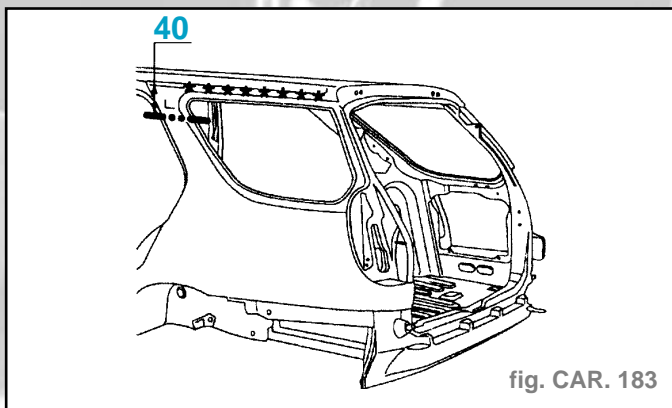

fig. CAR. 183
- Découper par fraisage des points (fig. CAR. 183).